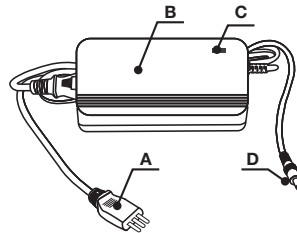

Fig. 1
L'alimentatore deve essere collegato prima alla batteria mediante il jack (D - Fig. 1) poi alla rete di alimentazione mediante la spina (A). Prima di collegare l'alimentatore alla rete elettrica verificare che i parametri di questa rete corrispondano con i dati di ingresso dell'alimentatore, riportati nella sua targhetta.